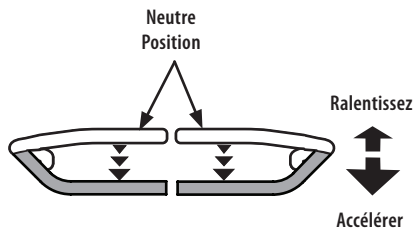

Fig. 24
- Déplacez lentement et uniformément les deux leviers de contrôle vers l'arrière. Le tracteur commencera à se déplacer en sens inverse (Fig. 24).